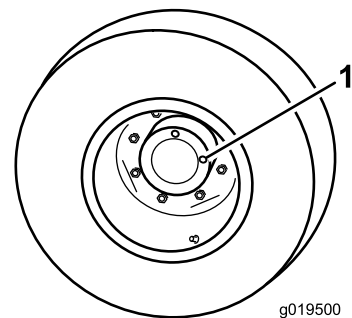

Figura 15
1. Con la máquina en una superficie nivelada, coloque la rueda con un tapón de verificación (Figura 15) en la posición de las 12 y el otro en la posición de las 3.
1. Tapón de verificación/drenaje (2)
2. Retire el tapón de la posición de las 3 (Figura 15). El aceite debe llegar a la parte inferior del orificio del tapón de verificación.